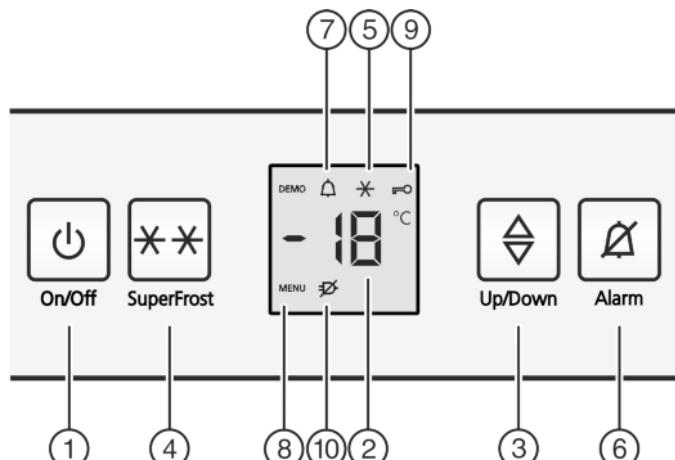

Fig. 2
- Вместе с индикацией температуры мигает символ «SuperFrost» Fig. 2 (5).*
- Нажать кнопку On/Off Fig. 2 (1).
- Устройство включено. Индикатор температуры и символ "Alarm" Fig. 2 (7) мигают, пока температура не станет достаточно низкой.
- Активация режима настройки: Нажмите кнопку SuperFrost Fig. 2 (4) и удерживайте ее прим. 5 секунд.
- На индикаторе будет отображаться символ «Меню» Fig. 2 (8).
- Для подтверждения нажать и отпустить кнопку «SuperFrost» Fig. 2 (4).
- На индикаторе горит символ «Защита от детей» Fig. 2 (9).
- нажмите и отпустите кнопку "On/Off" Fig. 2 (1).
- Символ «Защита от детей» Fig. 2 (9) гаснет.
- Нажмите кнопку Alarm Fig. 2 (6).
Одновременно мигает индикация температуры и символ тревоги Fig. 2 (7).
Звуковой сигнал выключается автоматически, символ аварийного сигнала Fig. 2 (7) выключается и индикатор температуры перестает мигать, если температура снова становится достаточно низкой.
► Нажмите кнопку Alarm Fig. 2 (6).